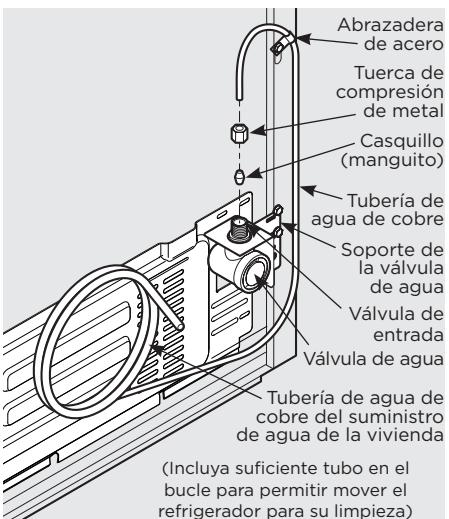

Figura 1
4. Si utiliza tubos de cobre, deslice la tuerca de compresión de metal y, luego, el casquillo (manguito) en la tubería de suministro de agua. Introduzca la tubería de suministro de agua en la válvula de entrada de agua tanto como sea posible (1/4 pulgada/6,4 mm). Deslice el casquillo (manguito) en la entrada de la válvula y apriete con la mano la tuerca de compresión en la válvula. Ajuste otra media vuelta con una llave inglesa; NO ajuste en exceso. Ver la figura 1.